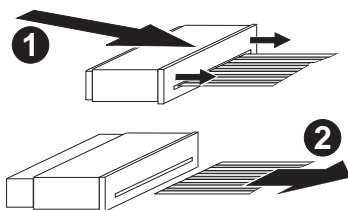

Fig. 27
- Flexprinthalter öffnen **1** (Fig. 27).
- Flexprint aus dem Flexprinthalter ziehen **2** (Fig. 27).
- Open the flexprint holder **1** (Fig. 27).
- Pull the flexprint out of its holder **2** (Fig. 27).